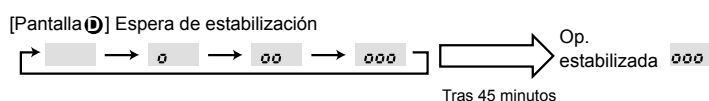

Fig. 8-3
- 3 Pulse el botón (FILTER) para confirmar el ajuste. (Fig. 8-3)